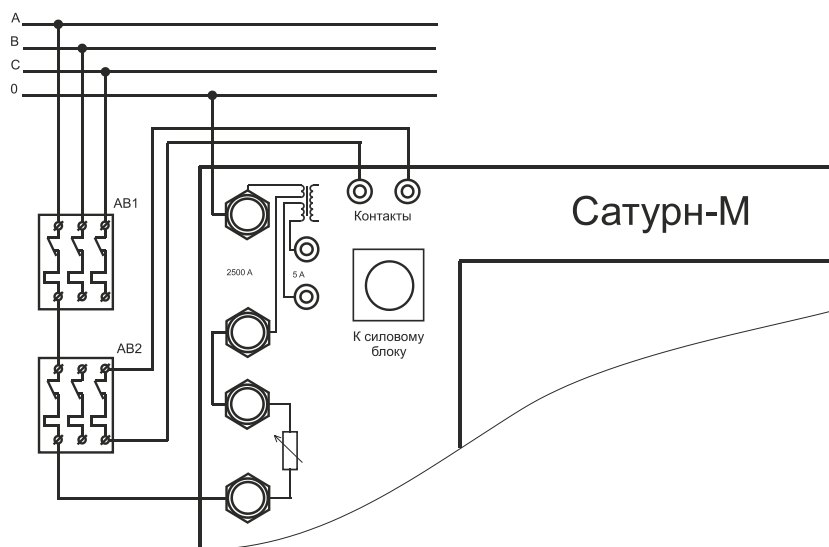

Рисунок 3 – Схема подключения блока «Сатурн-М» при проверке АВ на номинальные токи до 200 А
При проверке автоматов на номинальный ток до 200 А при питании от сети соберите схему, показанную на рис. 3.
8.4.1.11 При попытке запуска режима при отключенном автомате (см. рис. 3) режим не запускается, а на индикатор выводится сообщение об отсутствии напряжения «Отсутствует Uвх».